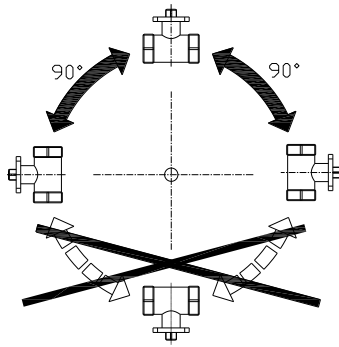

图 1
1. 阀体安装方向如图 1，球阀可水平安装也可垂直安装，但不得倒置安装，如阀杆顶点方向朝下。